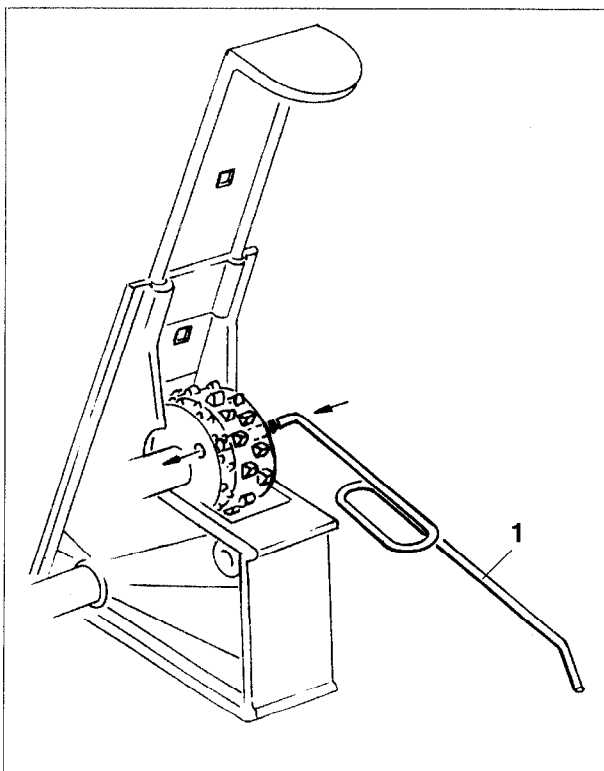

Fig. 7.2
- A l'aide de la clef (fig. 7.2/1) fournie avec le semoir, repoussez le têtou de la roue distributrice normale vers la roue distributrice fines graines. Vérifiez ensuite l'accouplement.